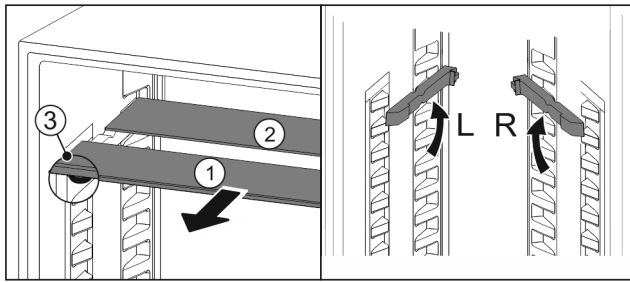

Fig. 112
- ▶ Посуньте Fig. 112 (1) скляну панель вперед.
- ▷ Скляна панель Fig. 112 (1) з декоративною планкою лежить спереду.
- ▷ Стопори Fig. 112 (3) показують вниз.